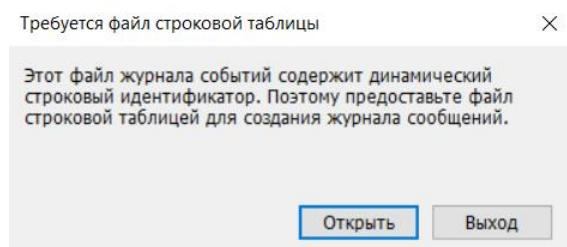

Рисунок 6.14 – Окно «Требуется файл строковой таблицы»
5. Чтобы успешно конвертировать журнал архивных сообщений из формата базы данных в Excel формат необходимо открыть файл с таблицами строк «ArchiveLog\_RowTable.csv». Данный файл поставляется предприятием-изготовителем на USB Flash-накопителе, в каталоге «\Library\EasyBuilderPro\files\». В окне «Требуется файл строковой таблицы» (рисунок 6.14) необходимо открыть файл «ArchiveLog\_RowTable.csv», нажав кнопку «Открыть».